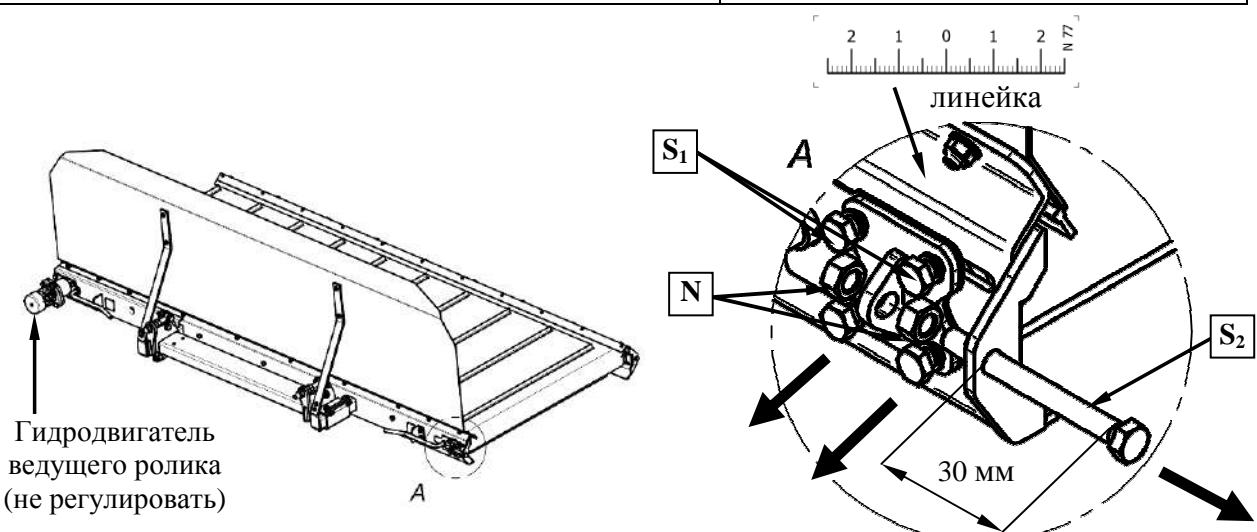

Рис. 38
2. Травить механизм напряжения ленты натяжного ролика - болта M10 - S1, гайки M12 – N₂ и открутить регулировочный винт M12 – S₂ на около 30 мм (Рис. 38).